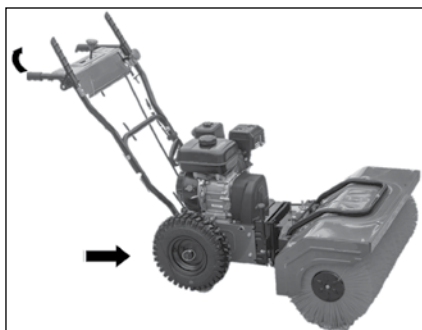

Рис. 9
1. Приподнимите рукоятки машины вверх и подкатите ее к насадке (рис. 9).